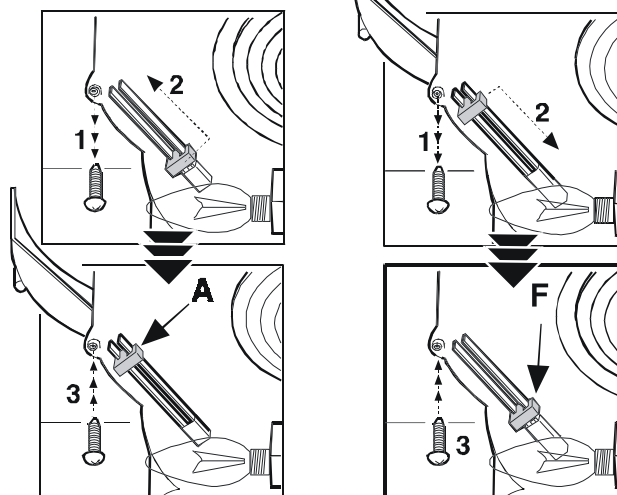

Рис. 7
- Установите рычаг режима работы в положение F – рециркуляция (рис. 7).